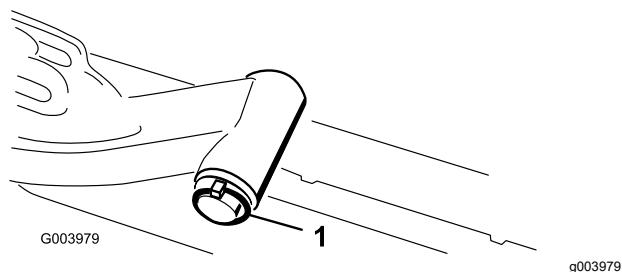

**Figura 17**
12. Para bloquear (fixar) a marcha das unidades de corte, prenda a forquilha da articulação à estrutura de suporte com um pino de encaixe (Figura 17).